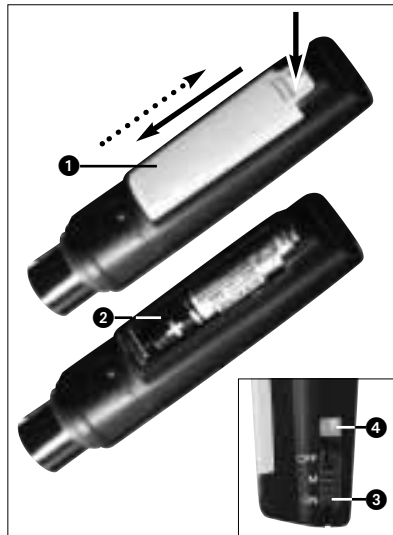

Fig. 2: Come inserire la batteria
Vedi fig. 2:
nuova (2) nello scomparto batteria come indicato nella fig. 2.
- Portate l'interruttore ON/MUTE/OFF (3) in posizione ON.